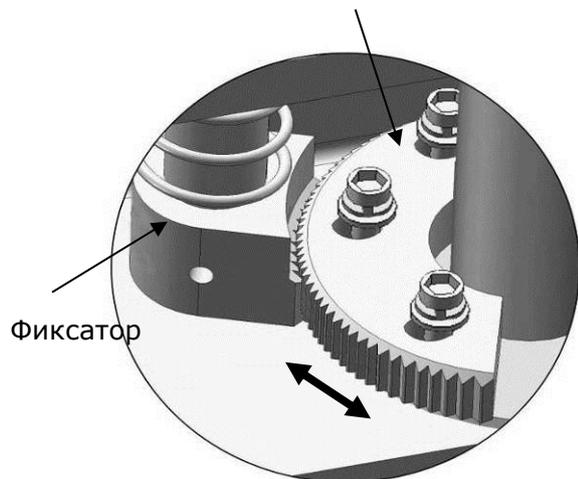

Fig. 42
3. Отрегулируйте положение фиксатора (См. рис. 42).